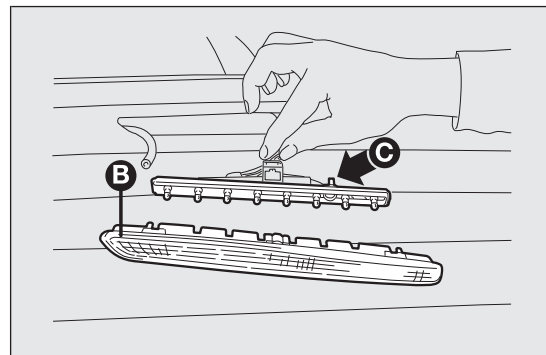

fig. 153
- ☐ extraer el grupo transparente B fig. 153 y desconectar el conector eléctrico;
- ☐ actuando de modo contrapuesto en las patillas C fig. 153 extraer el portalámpara;